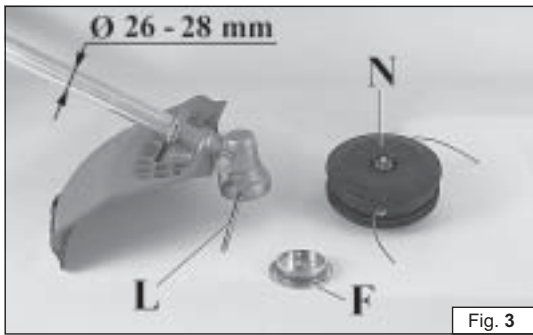

Fig. 3
**MONTAGGIO TESTINA A FILI DI NYLON (Fig. 3)**
Inserire la flangia superiore (F). Inserire il perno fermo testina (L) nell'apposito foro (Fig. 3) ed avvitare in senso antiorario la testina (N) con la sola forza delle mani.
**MONTAGE DE LA TETE AUX FILS DE NYLON (Fig. 3)**
Enfilez la bride supérieure (F). Enfilez le goujon qui va bloquer la tête (L) dans son orifice (Fig. 3) et vissez à la main, dans le sens contraire des aiguilles d'une montre, la tête (N).
**FITTING THE NYLON LINE HEAD (Fig. 3)**
Put the upper (F) flange in place. Put the head fixing pin (L) in the appropriate hole (Fig. 3) and tighten the head (N) anti-clockwise by hand.
**MONTAGE DES NYLONFADENKOPFS (Abb. 3)**
Den oberen Flansch Fim vorgesehenen Nabensitz einsetzen. Den Arretierungsstift (L) in die vorgesehene Bohrung (Abb. 3) einsetzen und den Nylonfadenkopf (N) nur von Hand entgegen Uhrzeigersinn festschrauben.